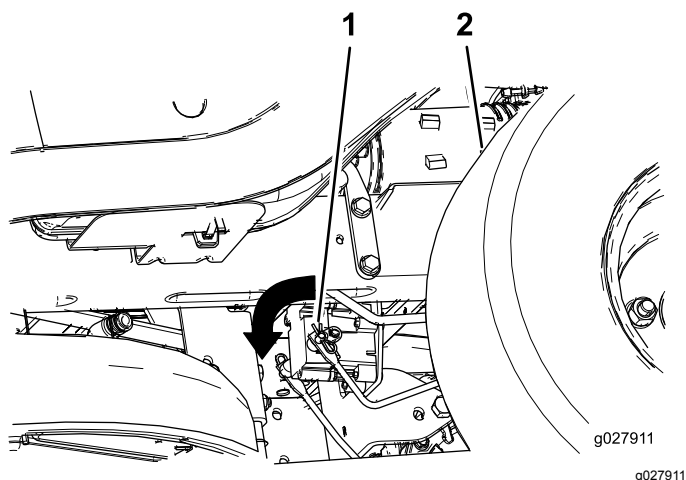

Figura 57
3. Individuate l'albero sul freno elettrico in cui sono collegati i bracci di attacco del freno (Figura 57).